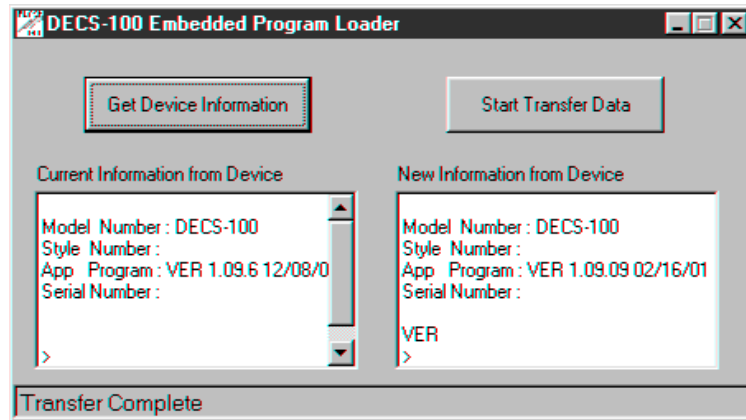

Figure 0-22. Paramètres du DECS-100 après le téléchargement
3. Cliquez sur **Qui** pour effectuer le téléchargement du logiciel. L'écran Etablissement de Communication apparaît alors (Figure 5-4). Choisissez le port de communication actif de votre PC et cliquez sur le bouton **Initialiser**. BESTCOMS obtient les paramètres de configuration du DECS-100 et sauvegarde tous les paramètres. Lorsque la sauvegarde des paramètres est terminée, le Chargeur de Programme Intégré de la Figure 0-22 apparaît.